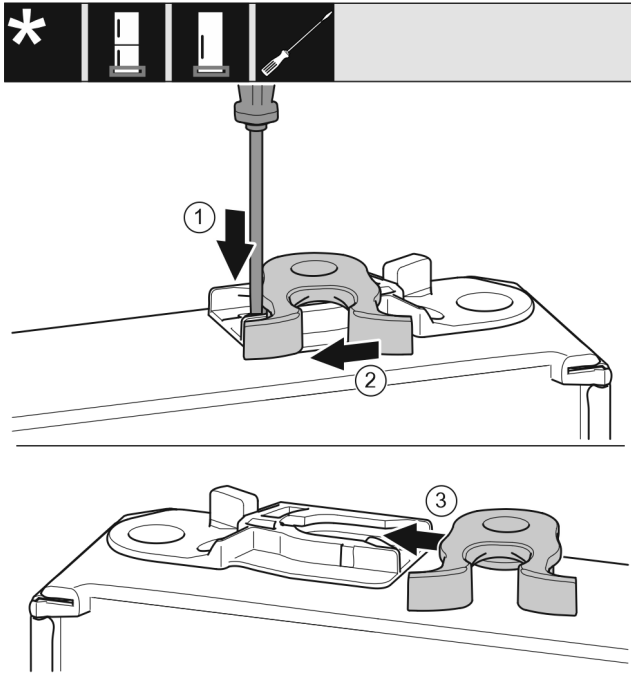

Fig. 24 \*
- Pousser la languette Fig. 24 (1) vers le bas avec un tournevis plat.\*
- Retirer la gâche Fig. 24 (2) du guide.\*
- Pousser la gâche Fig. 24 (3) de l'autre côté dans le guide.\*